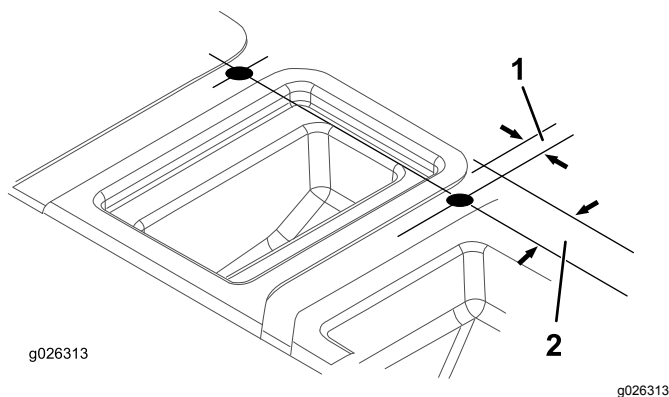

図 9
7. 図 9 に示された寸法で、座席シュラウド上面に穴を 2 ヶ所あける。